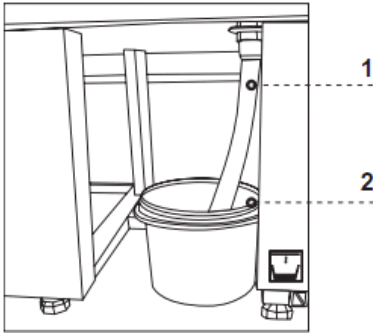

Abb.6 Kondensatbehälter (ohne Rotationsverdampfer)
2. Glasseiten anbringen Abb.6/2;1 (S.32)
6. Vorderbildschirm anbringen Abb.6/8 (S.32)
10. Den Kondensatbehälter auf der Grundlage der Anlage unter dem Siphon gemäss Abb.6 (S.31)
Es ist empfohlen, **einmal pro Monat** soll der Betrieb der Anlage unterbrochen werden um das Innere der Anlage zu reinigen, natürlicher Reifbeschlag des Verdampfers, den Kondensator zu reinigen und die Türdichtungen zu prüfen. Ist die Anlage nicht mit dem automatischen Abdampfen des Kondesats nicht ausgestattet, soll das Kondesat vom Behälter entfernt werden, falls er befüllt wird. Abb.6 (S.31). Die Anzahl (Häufigkeit) dieser Verfahren hängt von der Betriebsbedingungen der Anlagen (u.a. Luftfeuchtigkeit, wie oft die Türen geöffnet werden, Menge und Temperatur der einzulegenden Waren) ab.